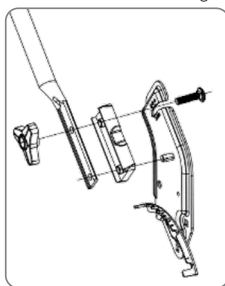

Fig. 1
1. Scoateți partea inferioară a ghidonului. Introduceți placa izolatoare în fantele din stânga și din dreapta ale ghidonului. Aliniați toate piesele și fixați-le cu două șuruburi cu cap pătrat M8×35, apoi strângeți cu ajutorul butoanelor de blocare triunghiulare (Fig. 1). (Notă: pentru modelul cu împingere manuală, înlocuiți șuruburile M8×35 cu șuruburi M8×26. Nu utilizați placa izolatoare).